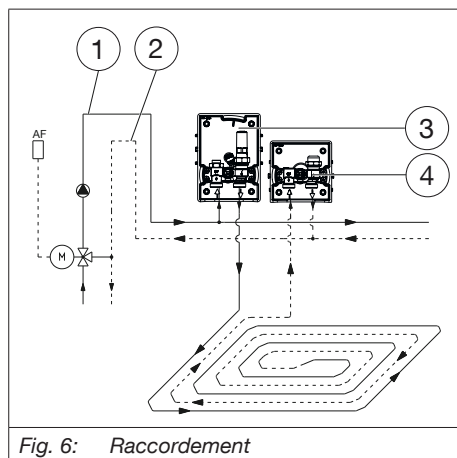

Fig. 6: Raccordement
- Pour l'isolement de la surface chauffante nous recommandons le montage supplémentaire de l'« Unibox RLA » (voir Fig. 6 en page 47).